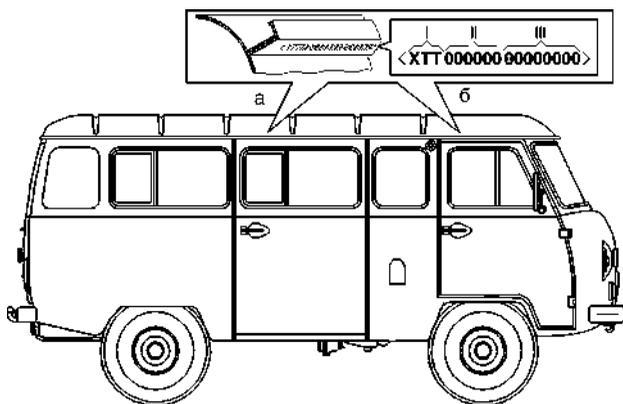

Рис. 1.11. Идентификационный номер ТС (VIN):
**Идентификационный номер транспортного средства** (рис. 1.11) наносится на табличке заводских данных и на нижней плоскости желоба крыши (на автомобилях УАЗ-220695, УАЗ-220695-04, УАЗ-396295 и их модификациях - в двух местах «а» и «б»; на автомобилях УАЗ-374195, УАЗ-374195-05, УАЗ-330365, УАЗ-390995, УАЗ-390995-04, УАЗ-390945 и их модификациях - в одном месте «б»).